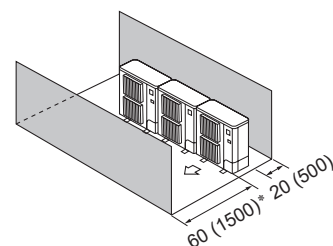

Fig. 2-14
- ④ Obstacles à l'avant et à l'arrière (Fig. 2-14)